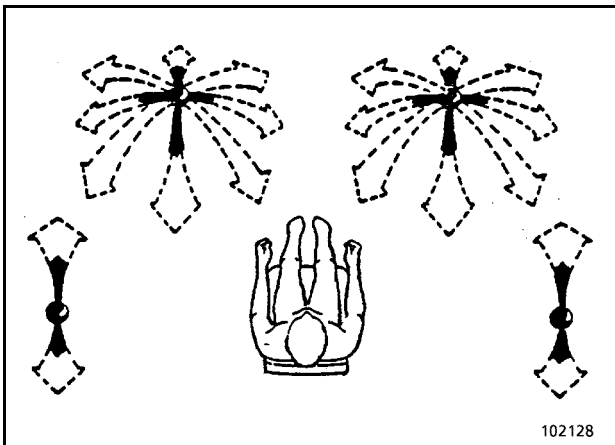

Fig. 3-60:
- beide Steuerhebel mehrere Male in alle Richtung schalten (Fig. 3-60:)